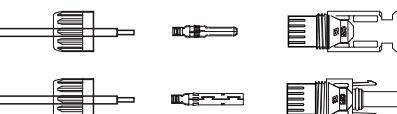

Figura 5.13 Desarme la tuerca ciega del conector
1. Pele el cable de CC unos 7 mm y desmonte la tuerca de la tapa del conector. (ver Figura 5.13)